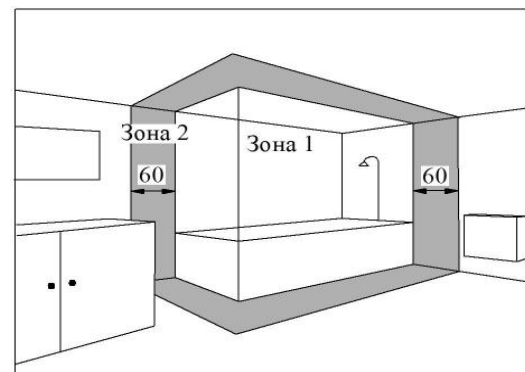

Рис. 4
4.6 Конвекторы допускается устанавливать в ванных комнатах, душевых, бассейнах (см. рис. 4).